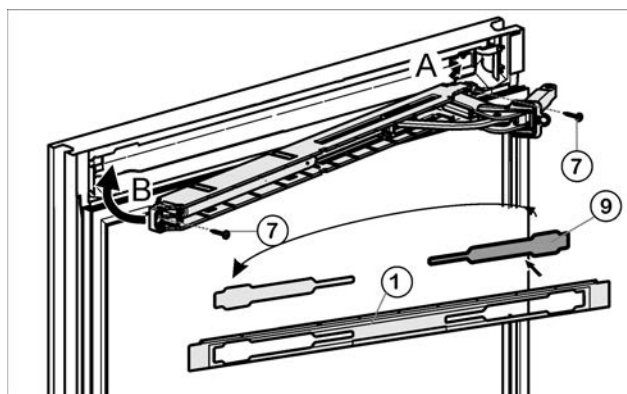

Fig. 15
- ▶ Освободите крышку *Fig. 15 (9)* из накладки *Fig. 15 (1)* и снова установите её на другой стороне.
- ▶ Прикрутите узел амортизатора закрывания дверцы (2 шт. Torx® 15) *Fig. 15 (7)*.